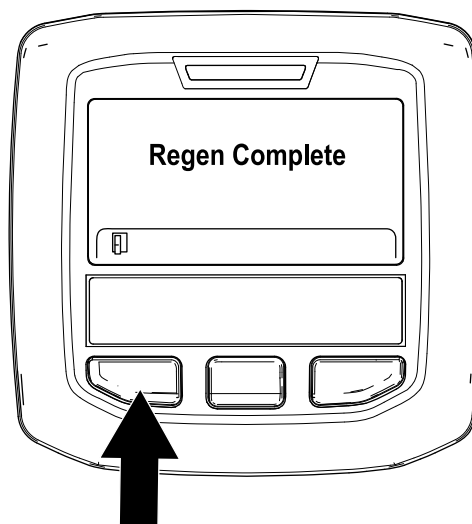

Figure 57
9. La régénération en stationnement est terminée quand le message « Regen Complete » (régén. terminée) s'affiche dans l'InfoCenter. Appuyez sur le bouton gauche pour quitter l'écran d'accueil (Figure 57).